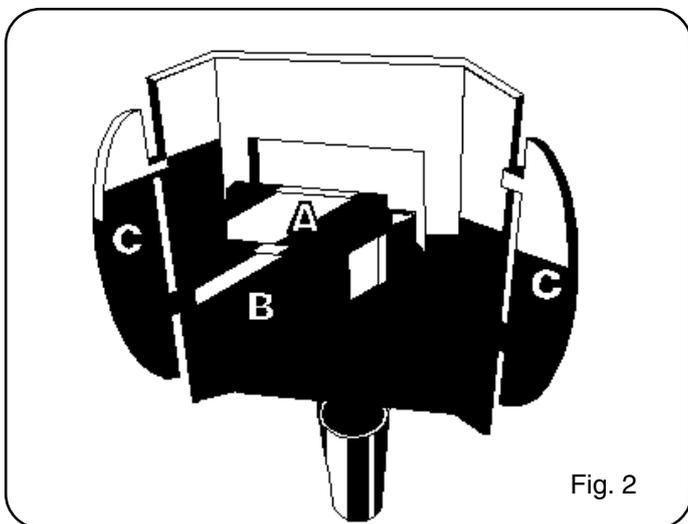

Fig. 2
Preparar la máscara (provista de marca CE) con cristal coloreado (no actínico) y cristal blanco de protección como se indica en la fig. 2:
Seleccionar la posición de la soldadura mediante las perillas (B), en función del espesor a soldar, siguiendo las indicaciones señaladas en el panel. Acercar la antorcha al punto de la soldadura. Llevar la máscara (preparada como muestra la fig. 2) a los ojos.